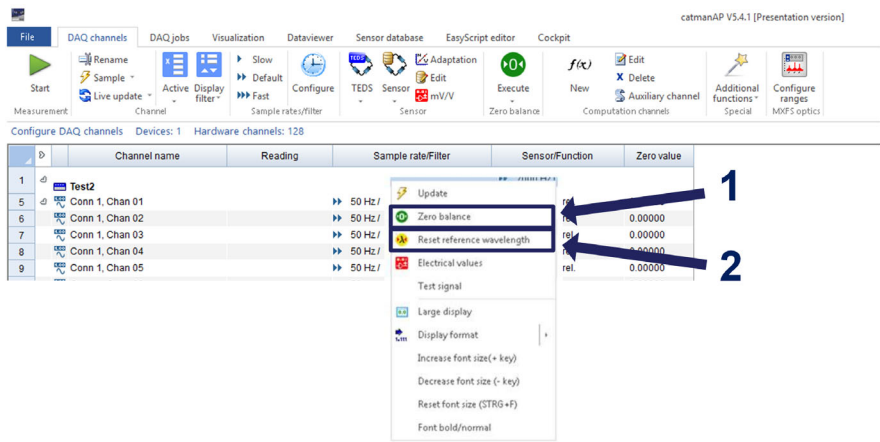

图5.28 零位平衡和重置参考波长
► 也可以右键点击要归零的线，并选择Zero Balance (零位平衡) 选项 (如中 1图5.28号所示)。
► 右键点击要归零的线，选择 Reset reference wavelength (重置参考波长) 选项 (如中 2图5.28号所示)。